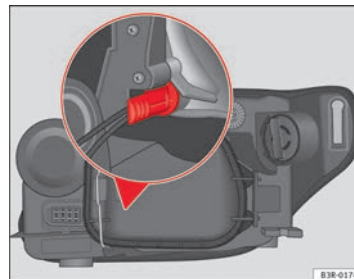

Abb. 202 Standlicht. Halter des Lampenträgers in senkrechter Stellung
- Die Glühlampe am Sockel so einsetzen, dass der Halter des Lampenträgers zur Wand in senkrechter Stellung bleibt ⇒ Abb. 202, und Druck auf den Sockel ausüben.